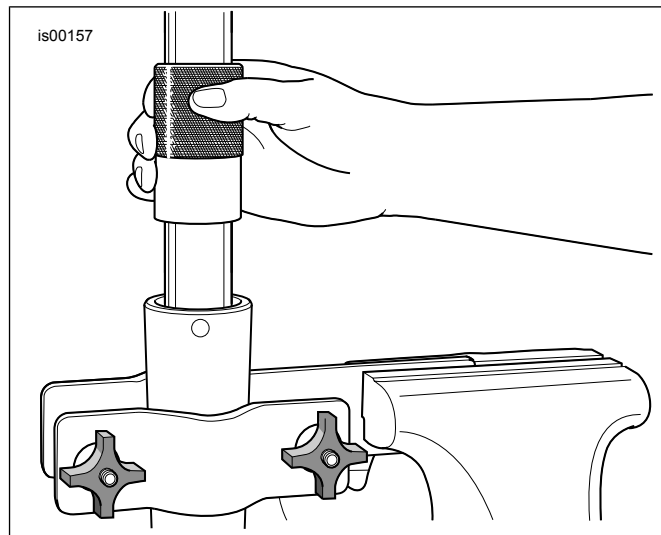

Figura 7. Coloque o vedante de óleo da forquilha
12. Cobrir Diâmetro interno (ID) e Diâmetro externo (OD) de bucha deslizante (E) com óleo do garfo limpo.
14. Deslizar o espaçador do vedante (D) até ao fundo do tubo do garfo até que entre em contato com a bucha deslizante (em qualquer direção).
15. Cobrir ID de **novo** vedante de garfo (4) com óleo de garfo limpo.
18. Figura 7 Recolher o vedante de óleo/ferramenta da bucha (HD-45305) e continue:
- b. Figura 7 Utilizando uma ferramenta como um martelo deslizante, empurrar o vedante de óleo do garfo (com o vedante espaçador e a bucha deslizante) até ao fundo do tubo do garfo até que a ranhura do grampo de retenção seja visível no ID do deslizante do garfo.